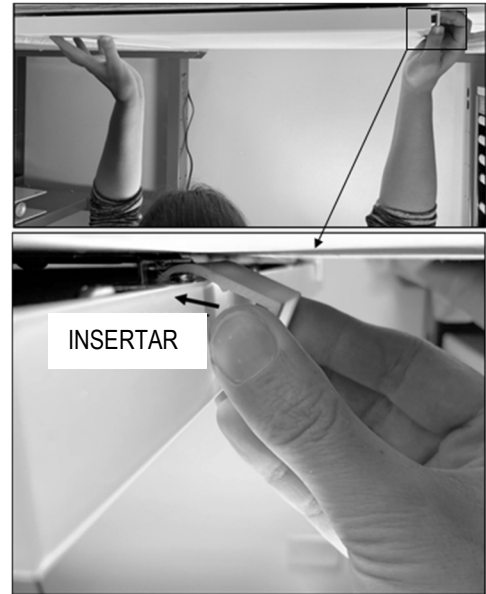

Figura 3. Insertar el clip en la abertura.
3. Con la luminaria APAGADA y mientras está colocada en el extremo de la luz como se muestra en la parte superior de la Figura 3, inserte el extremo curvo de un clip en la abertura de la ménsula de soporte, con la curva apuntando hacia abajo, mientras usa la mano opuesta para apoyar la luminaria. (Los clips se pueden instalar en cualquier orden).